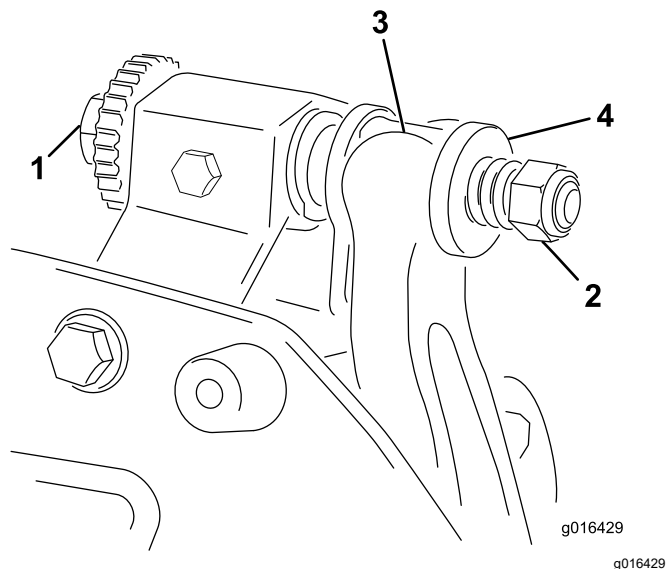

Figure 17
1. Tournez la vis de réglage de la barre d'appui dans le sens antihoraire pour éloigner la contre-lame du cylindre (**Figure 17**).
2. Faites sortir l'écrou de tension du ressort jusqu'à ce que la rondelle ne soit plus tendue contre la barre d'appui (Figure 17).
1. Montez l'ensemble barre d'appui/contre-lame en positionnant les languettes de montage entre les rondelles et la vis de réglage de la barre d'appui (Figure 17).